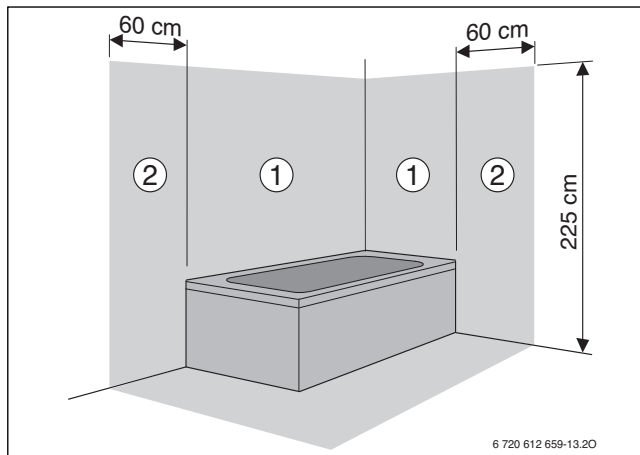

Fig. 18
- Dans les zones de protection 1 et 2 (→ fig. 18):